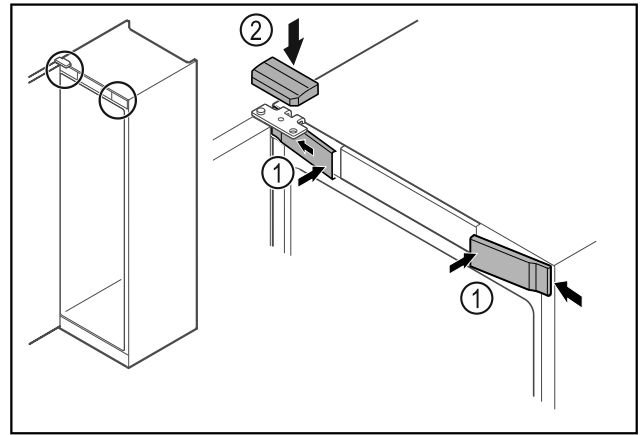

Fig. 68
- ▶ Enganchar las cubiertas delanteras Fig. 68 (1) lateralmente y encajarlas.
- ▶ Encajar la cubierta superior Fig. 68 (2) desde arriba.